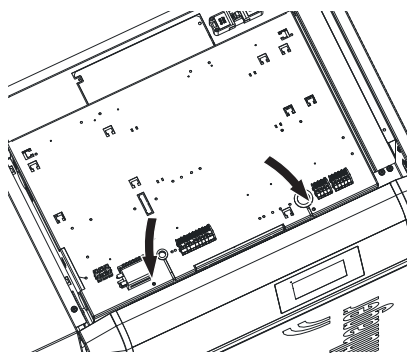

Fig. 50 Togliere le 2 viti del coperchio e aprire il coperchio
- ▶ Togliere 2 viti dal coperchio del quadro di comando e rimuovere il coperchio – Fig. 50.